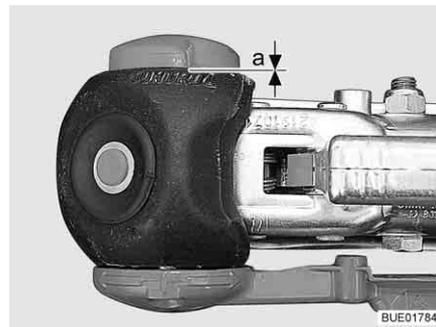

Fig. 198 Controllo usura
- Distanza  $a = 0$  (Fig. 198): Controllare guarnizioni di attrito ed ev. sostituirle.